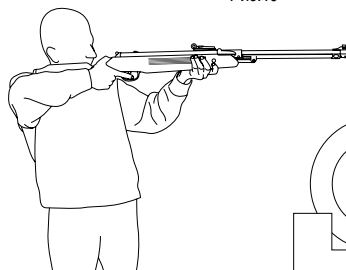

Рис.12
- Прицельтесь*, спустите предохранитель, ваша винтовка готова к осуществлению выстрела. (Рис.12)